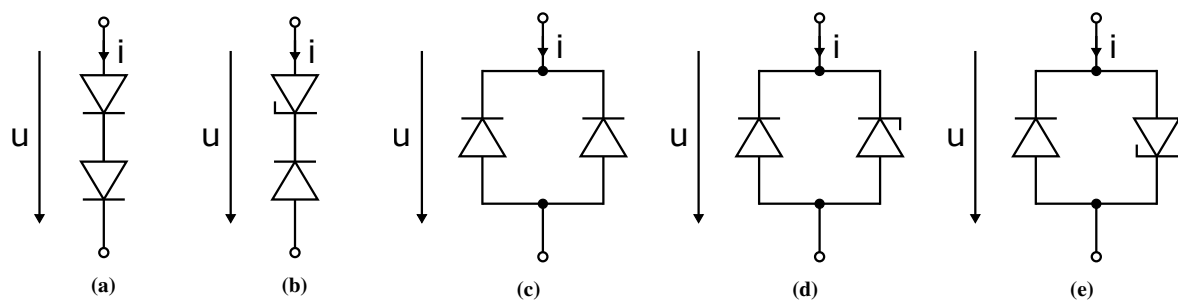

Abbildung 4: Verschiedene Diodenschaltungen.
- c) Skizzieren Sie die idealisierten Strom- und Spannungskennlinien der Diodenschaltungen in Abbildung 4 im Durchlass und im Sperrbereich. Geben Sie die Werte der auftretenden Knickspannungen an. Die eingezeichneten Pfeile geben die positive Zählrichtung an. Die Dioden sind alle Si-Dioden und die Z-Dioden sind alle vom Typ ZD 3,3.